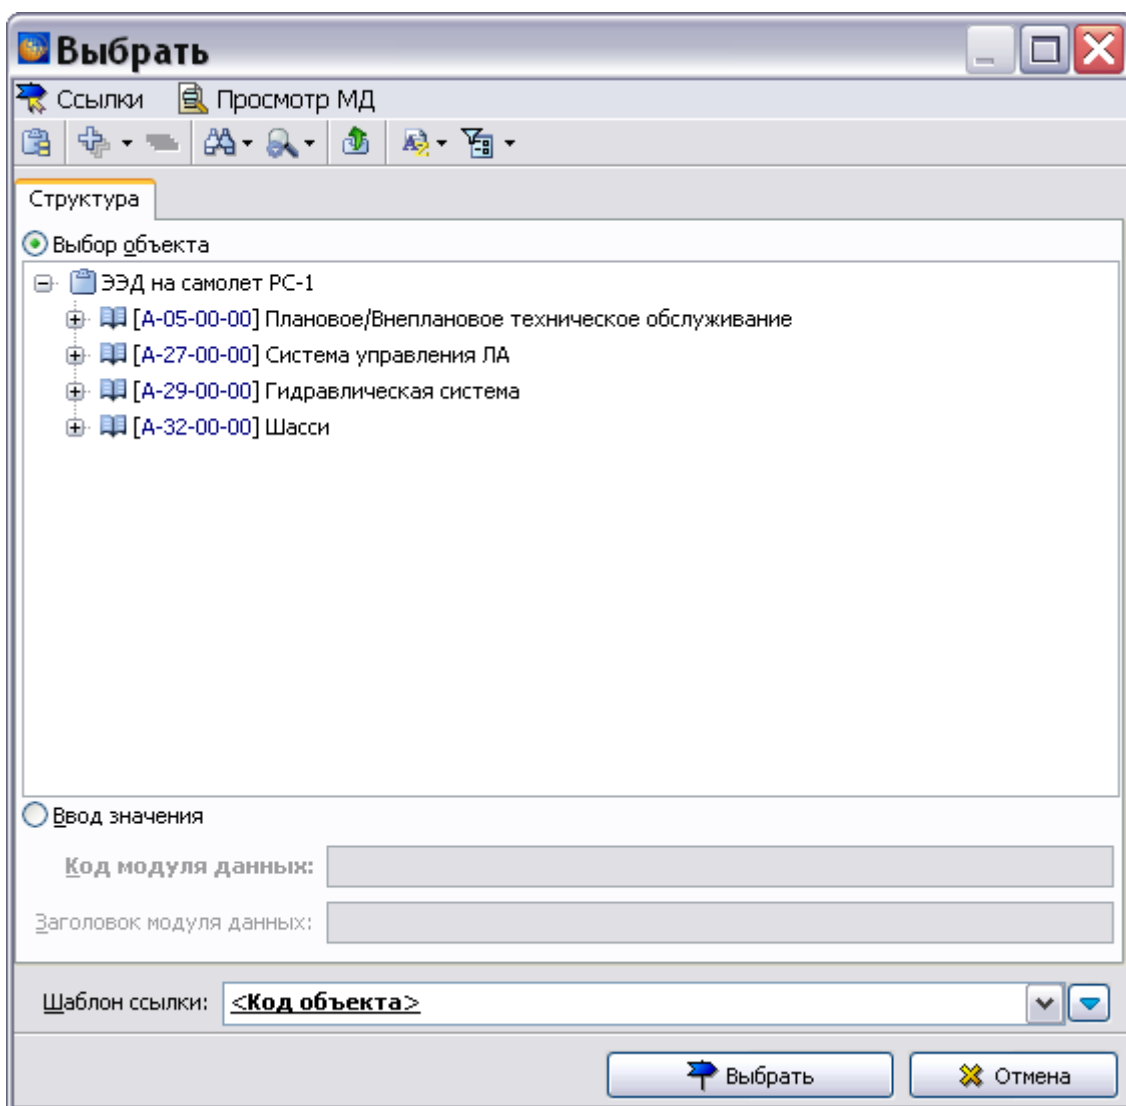

Рис. 21.107
2. Нажмите на кнопку **Заменить**. После этого откроется окно **Выбрать** со структурой проекта (Рис. 21.107).